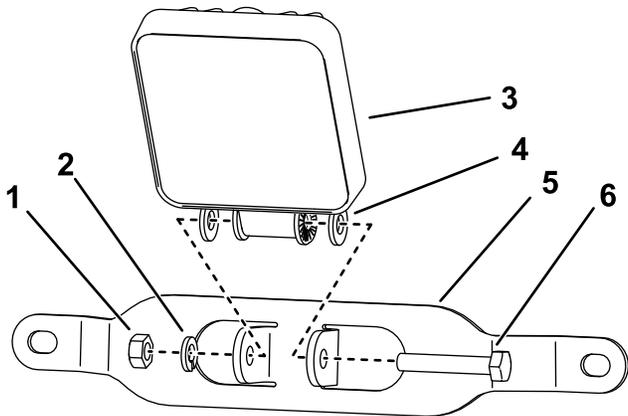

Figura 3
5. Monte as luzes de trabalho como se mostra na Figura 3.